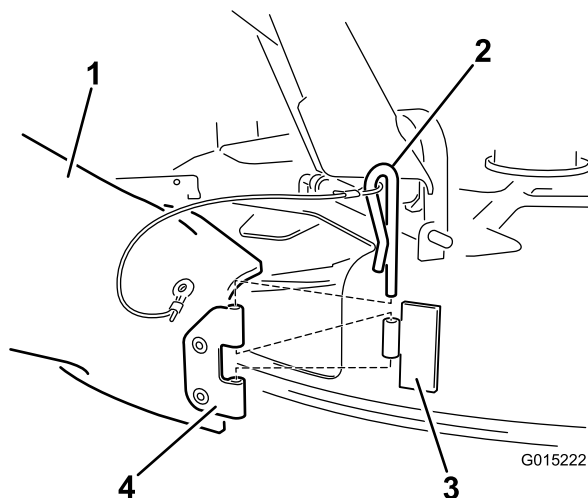

Bild 22
4. Den Auswurfkanal finden Sie in den lose mitgelieferten Teilen. Fluchten Sie die Löcher im Scharnier am Auswurfkanal mit dem Scharnier am Mähwerk aus (Bild 22). Befestigen Sie den Auswurfkanal mit dem Splint an der Verbindungsleine, die mit dem Auswurfkanal verbunden ist.